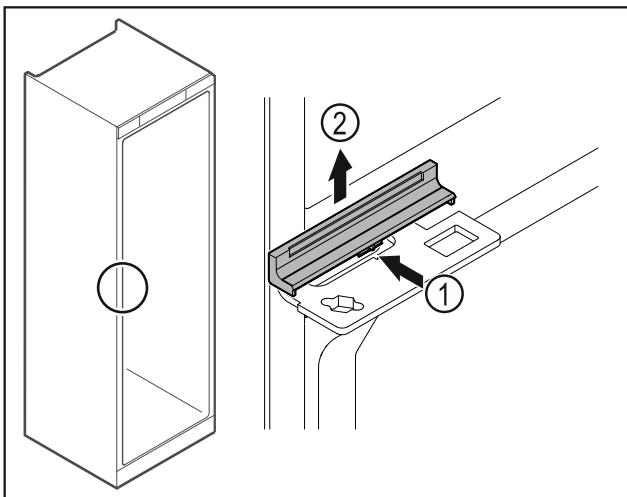

Fig. 48
- Kryt Fig. 48 (1) uprostřed mírně stiskněte a vyjměte směrem nahoru Fig. 48 (2).